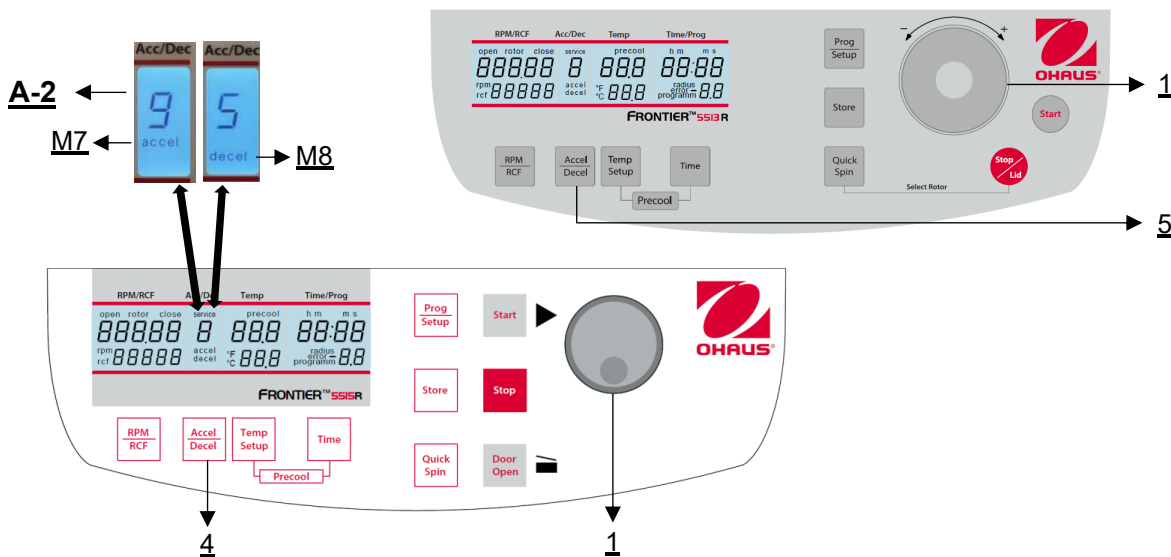

Abbildung 14
Diese Funktion wird über die Taste **"Accel/Decel"** (4) aktiviert (siehe Abbildung 14).